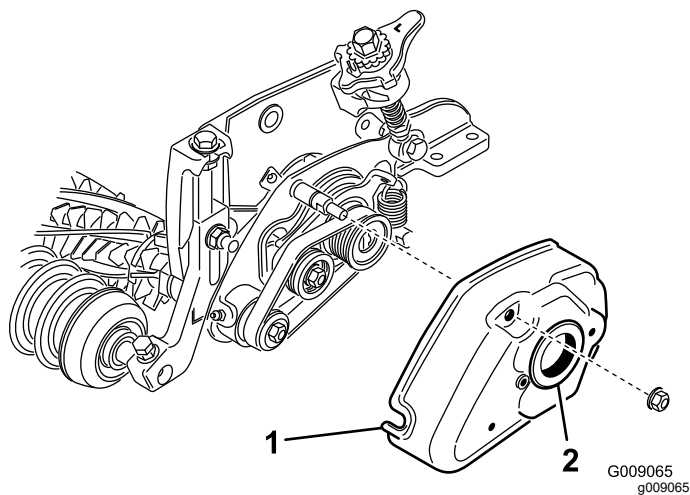

図 22
7. グルーマカバーを取り付けて 5/16 in フランジナット2個で固定する 図 22。
8. グロメットカバーについているグロメットの内側にグリスを塗る 図 22。